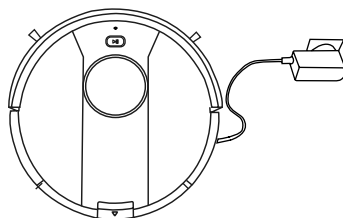

Abbildung 2
- Der Roboter wird über seinem Netzstecker aufgeladen (Abbildung 2).